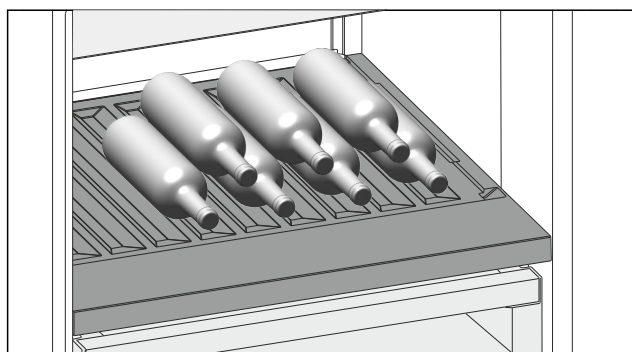

Fig. 133 Ilustrativni primjer
- Stavite boce s dnom prema stražnjoj stijenci hladnjaka. (pogledajte Fig. 133)